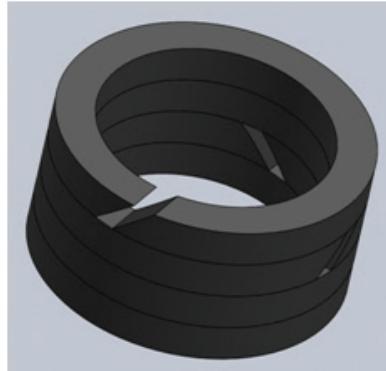

Figura 7. Orientación del anillo de la empaquetadura
- Observe la orientación de los anillos de la empaquetadura que se muestra en la figura 7. La separación en cada anillo está exagerada para mostrar la orientación del corte a 45°. También tenga en cuenta que la orientación final de los anillos requiere alternar cada separación 90° desde el anillo adyacente.